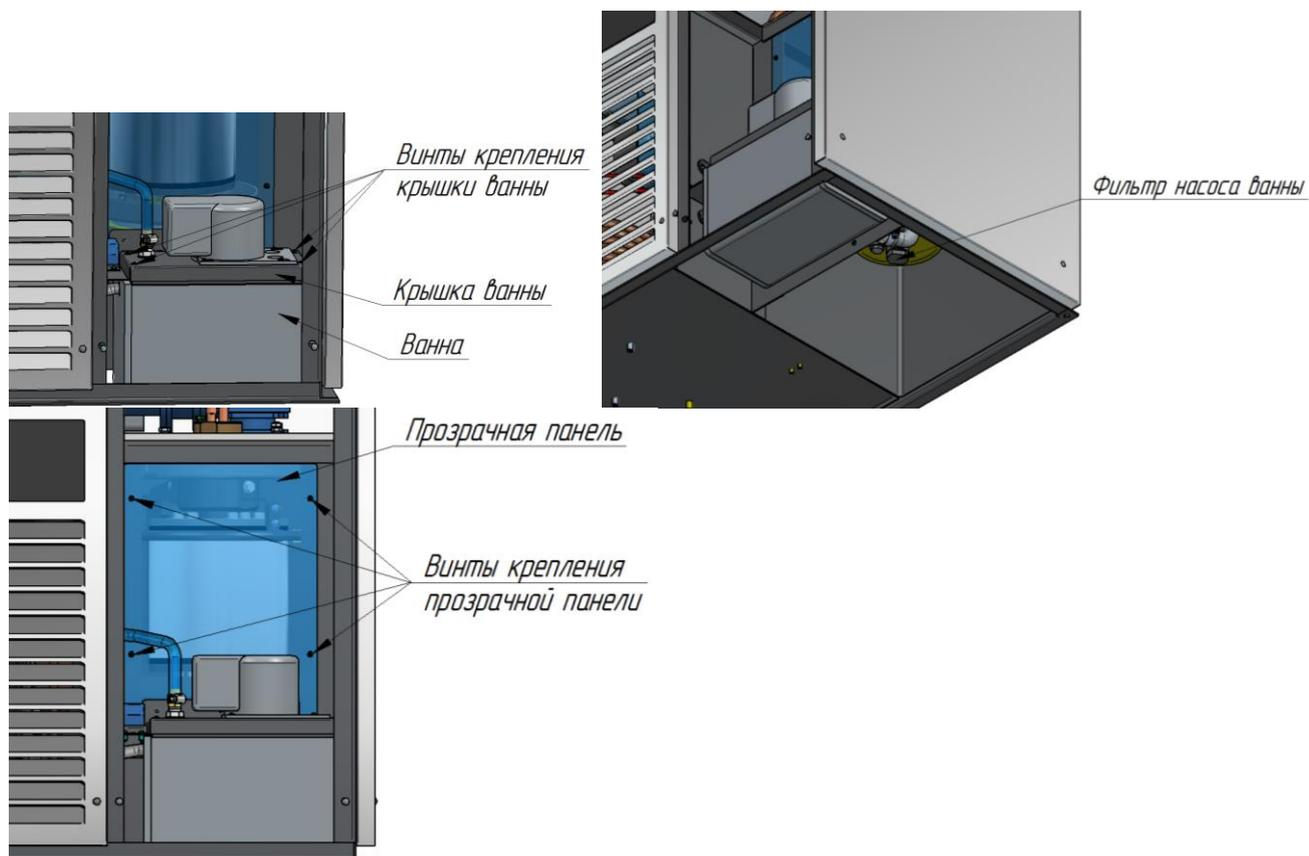

Рис. 8 Расположение крышки ванны, фильтра насоса и прозрачной панели.
- снять крышку ванны, удалив четыре винта (рис. 8);
- снять фильтр насоса ванны, открутив предварительно гайку корпуса фильтра (рис. 8);
- снять прозрачную панель, удалив четыре винта (рис. 8);
Смотровая панель на рис. 8 не показана.